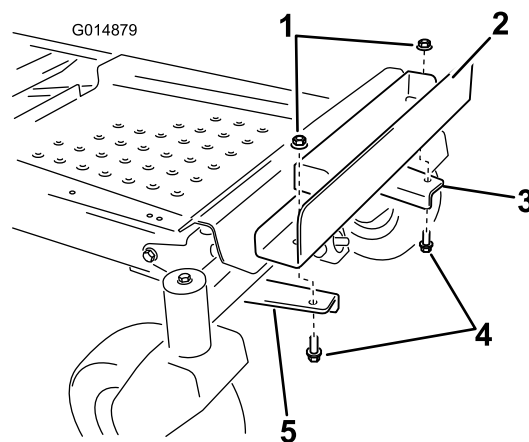

Bild 8
6. Fluchten Sie für die Montage der Ballasthalterung an den Befestigungshalterungen die äußeren Löcher in der Halterung mit den vorher montierten Befestigungshalterungen aus (Bild 8).
7. Befestigen Sie die Ballasthalterung mit zwei Schrauben ($\frac{3}{8}$ " x 1") und zwei Sicherungsmuttern ($\frac{3}{8}$ ") (Bild 8).